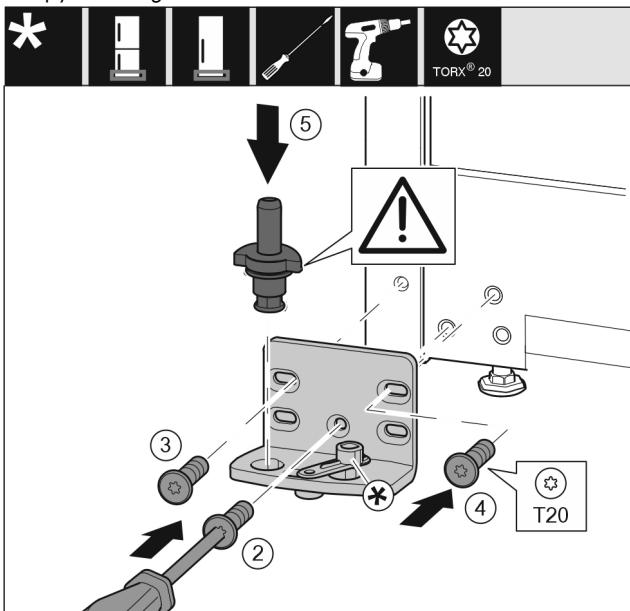

Fig. 14
- ▶ Встановіть опорний кронштейн з іншого боку і закріпіть гвинтами за допомогою викрутки T20. Почніть із гвинта 2 знизу посередині. Fig. 14 (2)
- ▶ Закрутіть гвинти 3 та 4. Fig. 14 (3,4)
- ▶ Вставте цілком опорний гвинт. При цьому виступ фіктора повинен бути спрямований назад. Fig. 14 (5)